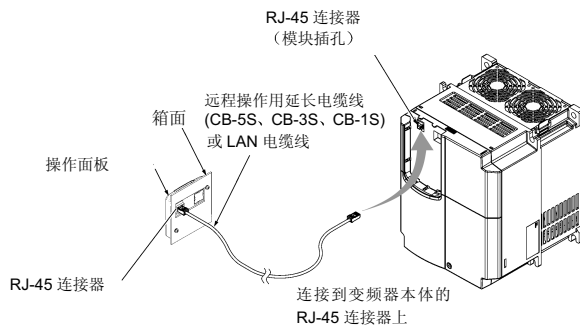

图 2.34 向操作面板·变频器本体连接延长电缆线或市场上销售的 LAN 电缆线
- ⑤ 在操作面板的 RJ-45 连接器和变频器本体的 RJ-45 连接器（模块插孔）上连接远距离操作用延长电缆线（CB-5S, CB-3S, CB-1S）或市场上销售的 LAN 电缆线（直线电缆）。(图 2.34)